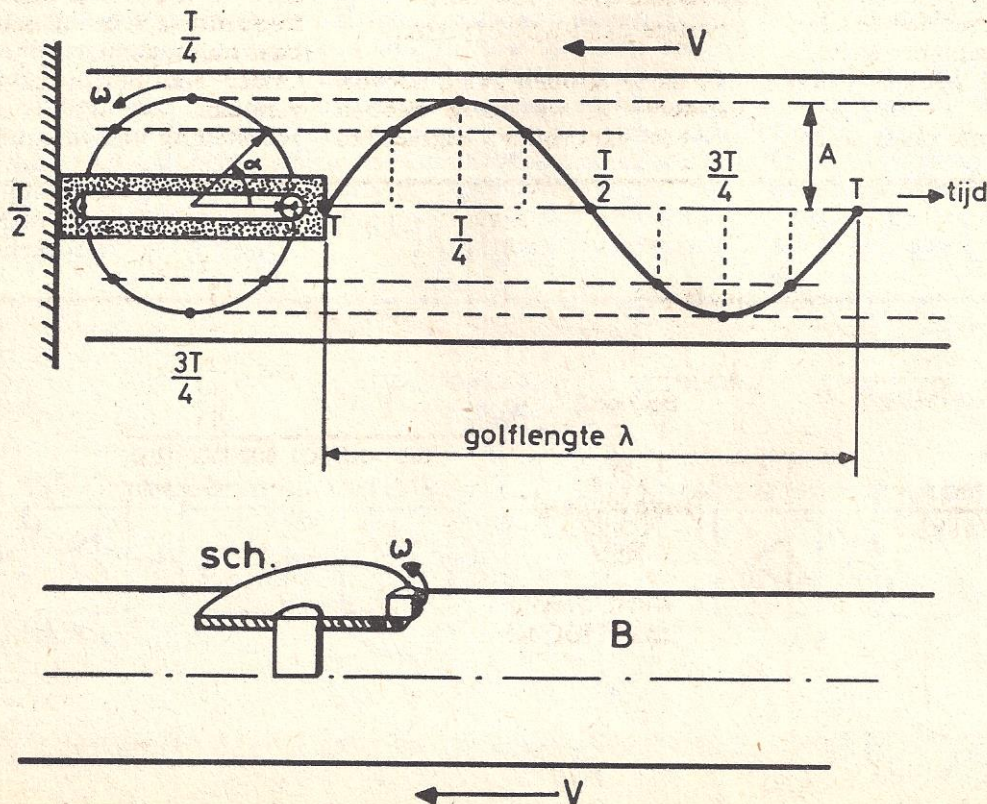

fig. 10.1.3
Meestal echter wordt een sinusoïde afgeleid van een draaiende „vector” waarvan de lengte overeenkomt met de amplitude (uitwijking) van de sinusoïde, terwijl deze vector gelijkmatig rondraait met de hoeksnelheid ω ; in één periode (T) van de wisselspanning is deze vector juist éénmaal rondgeweest; in fig. 10.1.3 is dit nader aangegeven. Aan de buitenzijde van het wiel is een schrijfstift St aangebracht; draait nu het wiel gelijkmatig rond met de snelheid ω en de papierstrook B met de snelheid v , dan wordt een sinusoïde beschreven. Bij een papiersnelheid v m/sec. wordt de golflengte $\lambda = v.T$.